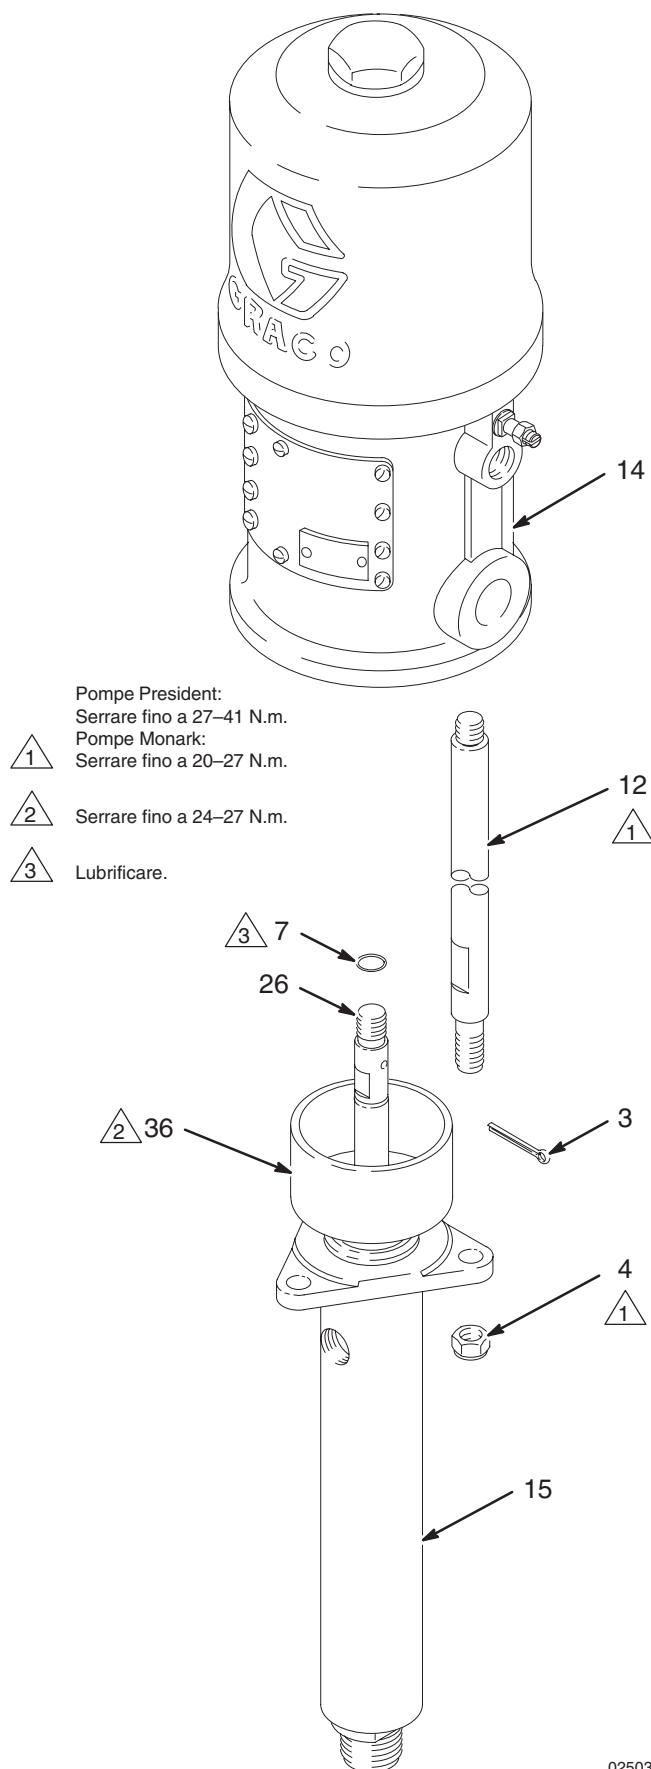

Fig. 4
2. Avvitare i controdadi (4) sui tiranti (12) senza serrare. Avvitare l'asta del pompante (26) sull'albero del motore pneumatico (14) o sulla biella (37, solo modello 221075). Rimuovere lo spinotto della coppiglia (3).
3. Montare la pompa e ricollegare tutti i tubi. Ricollegare il filo di terra se è stato scollegato durante la riparazione. Serrare la tazza premiguarnizioni (36) fino a 24–27 N.m. Riempire la tazza con Sigillante Liquido per gole della Graco o con un solvente compatibile.
4. Serrare i controdadi del tirante (4) in modo uniforme e serrare come indicato in Fig. 4.